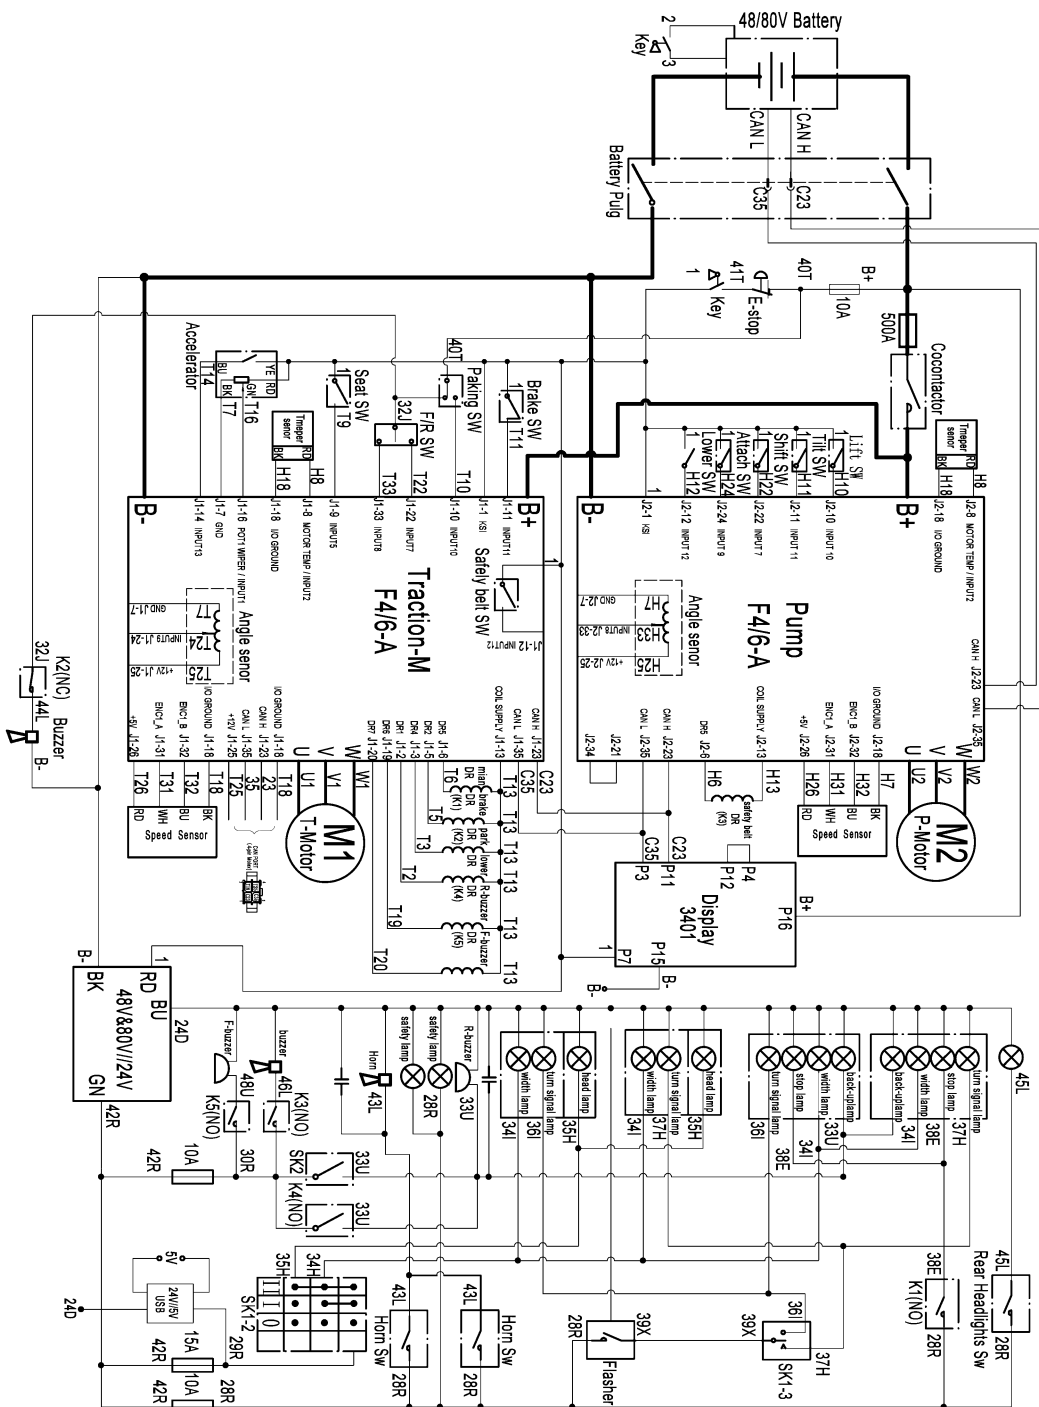

Рисунок 2-12 Электрическая схема – контроллер Curtis
4.2.1. Электрическая схема – контроллер Curtis (рис. 2-12)